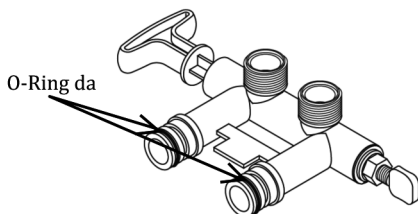

Figura 3 - Guarnizioni del bypass
1. Verificare che l'ingresso (IN) e uscita (OUT) della valvola siano pulite.
**Nota:** L'ingresso (IN) ed uscita (OUT) sono indicati sulla testa della valvola, assicurarsi di effettuare la connessione correttamente (acqua da trattare collegata al lato IN, acqua trattata collegata al lato OUT).
5. Lubrificare gli o-ring con il grasso al silicone fornito (tubetto bianco) come mostrato in Figura 3.